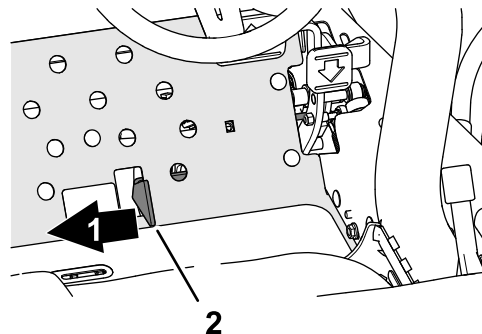

Figure 39
- Poussez le sélecteur de tonte/transport vers la droite, à la position de TONTE (Figure 39).
- Poussez le sélecteur de tonte/transport vers la droite à la position de TONTE (Figure 39).